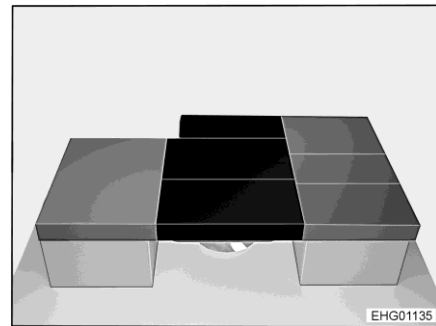

Bild 171 Nach dem Umbau
- Drei Zusatzpolster gemäß Bild 171 auflegen.